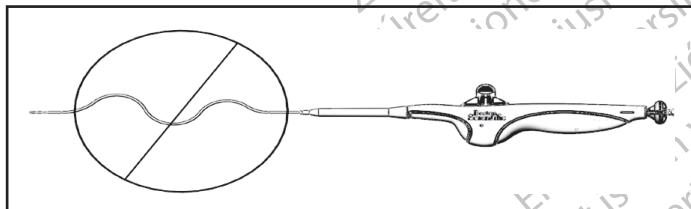

Figura 5. Reducción de la distensión
10.9 Intervención de despliegue del stent (consulte la figura 5)
Nota: Si no se reduce la distensión (consulte la figura 5) o la curvatura del catéter del sistema introductor entre la vaina guía o introductora y el mango del sistema introductor durante el despliegue puede perjudicarse la precisión, especialmente en casos ipsolaterales.